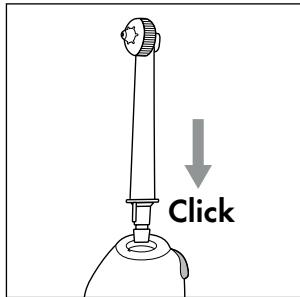

Fig. 2
- Remplacez les canules **②** tous les six mois maximum en cas d'utilisation quotidienne.
- Utilisez uniquement les canules **②** d'origine. Vous trouverez des informations pour la commande de canules **②** de remplacement dans le chapitre **Commander des pièces de rechange**.
- ◆ Veillez toujours à ce que l'appareil soit éteint avant de mettre en place ou de retirer une canule **②**.
- ◆ Insérez une canule **②** sur le manche **⑤**. Poussez la canule **②** dans l'ouverture jusqu'à ce que la canule **②** s'enclenche de manière audible dans le manche **⑤**. Veillez à la bonne position de l'ergot de guidage sur l'extrémité inférieure de la canule **②** et à l'évidement correspondant dans l'ouverture sur le manche **⑤** (voir fig. 2).